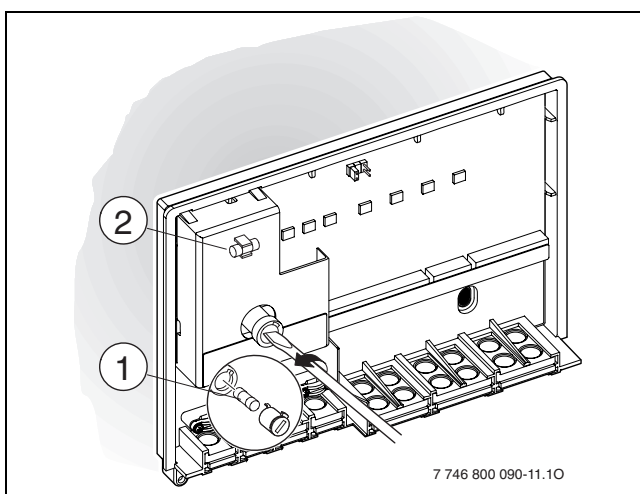

Fig. 14 Udskiftning af sikringen
- ▶ Udskift sikringen (→ fig. 14, [1]). Der er en reservesikring [2] på afdækningen.